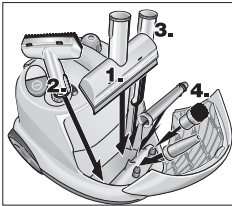

Abb. 9: Zubehörfach
- Legen Sie Handdüse, Fensterdüse, Punkstrahldüse und Kleinteile in das Zubehörfach (siehe Abb. 9).